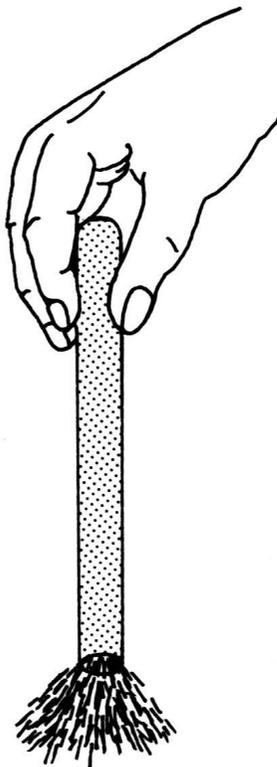

Abb. 7
*Wie ein Bart bleiben die Eisenteilchen am Magneten hängen. Dabei wirkt die Kraft des Magneten über mehrere Teilchen hinweg (vgl. Vers. 2.6.), so daß sie aneinanderhaften und diese bartähnliche Form ausbilden (Abb. 7).*